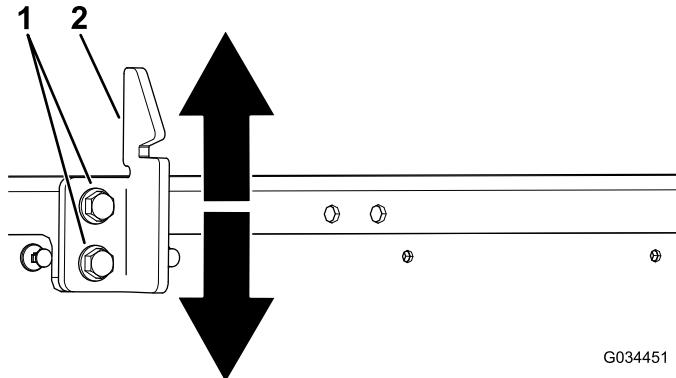

Bild 53
3. Lösen Sie die zwei Schrauben am Schlagbolzen des Boxriegels und bewegen Sie den Schlagbolzen nach oben oder unten, je nach dem, ob der Schlagbolzen zu hoch oder zu niedrig ist (Bild 53).
4. Ziehen Sie die zwei Schrauben am Schlagbolzen des Boxriegels an (Bild 53).